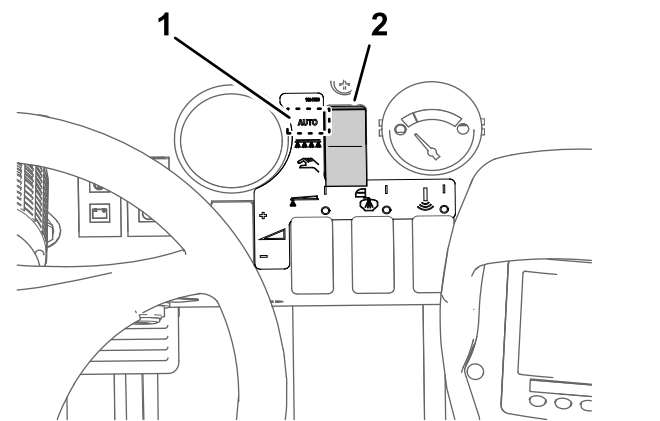

Figure 39
3. Placez le secteur de mode du pulvérisateur en position Mode débit d'application (Figure 39).